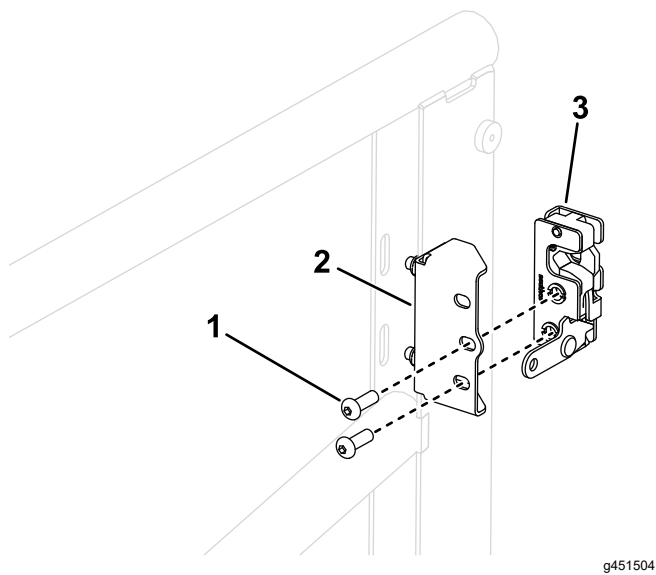

Figure 5
7. Installez le verrou de porte gauche sur son support, comme montré à la Figure 5.